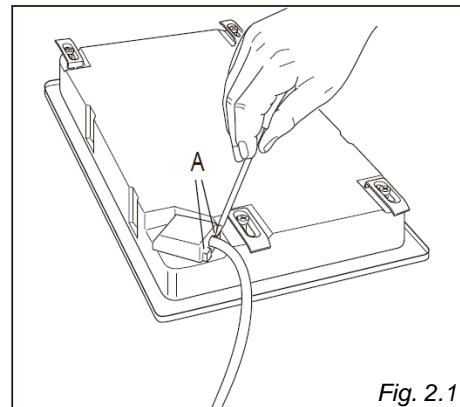

Fig. 2.1
- Retournez la plaque de cuisson et décrochez le couvercle du bornier en introduisant un tournevis dans les deux crochets « A » (fig. 2.1).